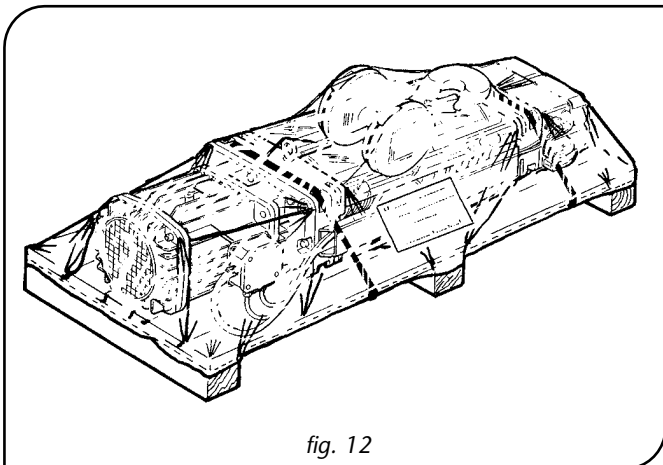

fig. 12
- Per facilitare le operazioni di movimentazione e di montaggio, il paranco è generalmente consegnato su bancale (pallet) opportunamente legato allo stesso (fig. 12) ed è preassemblato nelle sue parti principali. Sono di conseguenza esclusi dalla fornitura, imballi o protezioni particolari.